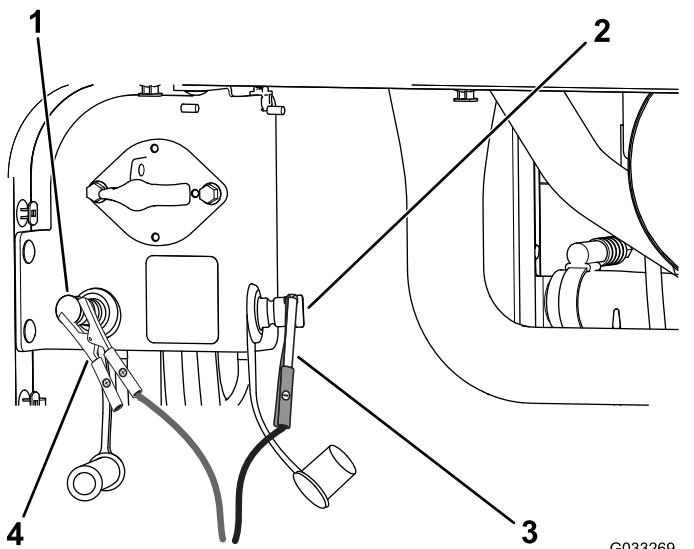

Bild 78
4. Schließen Sie das Plus-Starthilfekabel (+) am positiven Starthilfepol an (Bild 78).
5. Schließen Sie das Minus-Starthilfekabel (-) am negativen Starthilfepol an (Bild 78).
7. Wenn der Motor anspringt, sollte die andere Person das Minus-Starthilfekabel (-) vom Rahmen und dann das Plus-Starthilfekabel (+) abklemmen (Bild 78).